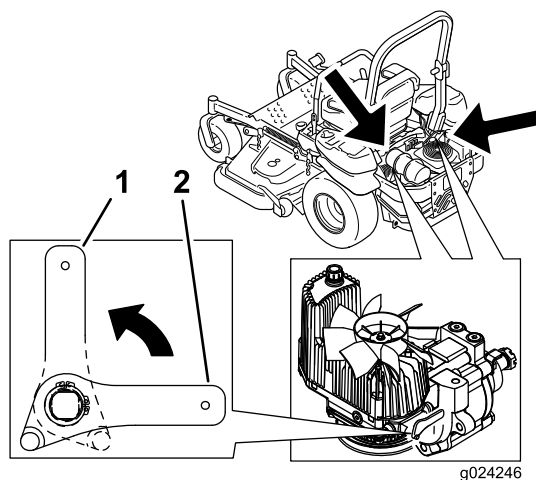

Figura 42
3. Gire las palancas de las válvulas de liberación a la posición vertical para empujar la máquina (Figura 42).
- Gire las palancas de las válvulas de desvío a la posición horizontal para conducir la máquina (Figura 42).